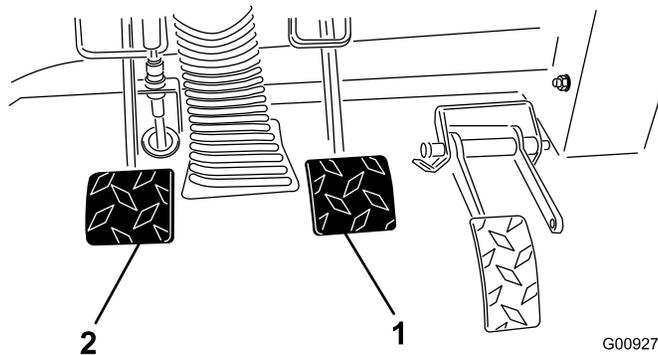

Figura 58
2. Tire hacia arriba del pedal de freno (Figura 58) hasta que entre en contacto con el bastidor.